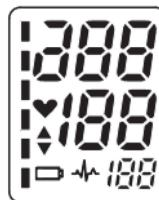

Рис. 3
- ① Примечание:** сопоставимые результаты измерения артериального давления всегда требуют одинаковых условий! Это, как правило, всегда спокойные условия.
① Примечание: Используйте только клинически апробированные оригинальные манжеты!
- После наложения манжеты и расположения вашего тела в правильном положении нажмите на кнопку «СТАРТ». Раздастся звуковой сигнал и начнется проверка всех символов дисплея. См. рис. 3. Обратитесь в сервисный центр, если хотя бы один сегмент отсутствует.